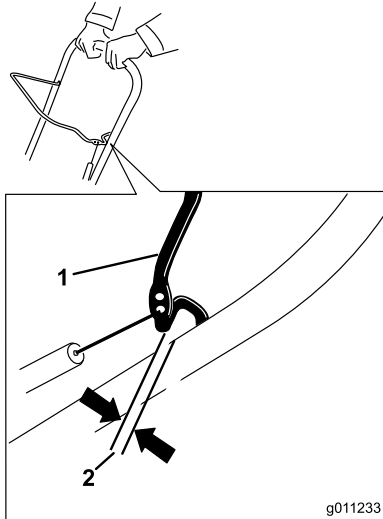

Figure 25
Rapprochez la barre de commande du guidon pour tendre le câble de commande (Figure 25).
**Remarque:** Vérifiez que la barre de commande et le guidon sont espacés de 2 à 3 mm (1/16 à 1/8 po) (Figure 25).